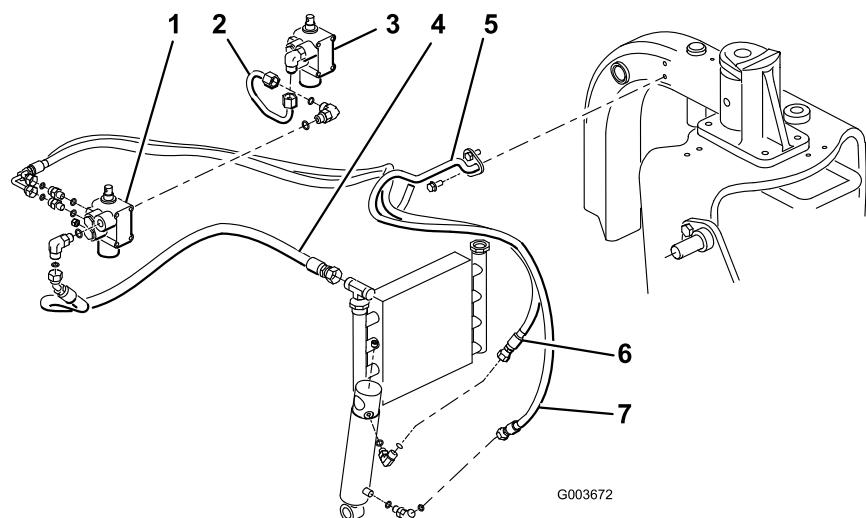

Figure 14
Remarque: Pour minimiser la perte d'huile lors du retrait du tube hydraulique, ayez le flexible de recharge à portée de la main ou bouchez le raccord du refroidisseur avec un des bouchons de protection utilisés pour le transport et enlevés de l'ensemble tube (Réf. 108-8447) (Figure 14).
- Raccordez l'ensemble tube (Réf. 108-8447) au raccord à 90 degrés sur le côté gauche de la soupape neuve et le raccord libre sur la soupape de levage existante (Figure 14).
- Raccordez le côté raccord à 45 degrés du flexible hydraulique (Réf. 108-8449) au raccord à 90 degrés sur le côté droit de la soupape et l'extrémité droite du flexible au raccord de refroidisseur d'huile libre (Figure 14). Reportez-vous aux Figure 15 et Figure 16 pour acheminer le flexible correctement.
- Montez le support de flexible en plastique sur le tube de bâti gauche avec 2 vis autotaraudeuses (5/16 x 3/4 pouce) (Figure 14).
- Raccordez le côté court avec le raccord à 90 degrés du flexible hydraulique (Réf. 108-8453) au raccord droit supérieur à l'arrière de la soupape. Passez le flexible dans le support métallique et raccordez l'extrémité droite du flexible au raccord supérieur du vérin hydraulique (Figure 14). Reportez-vous aux Figure 15 et Figure 16 pour acheminer le flexible correctement.
- Raccordez le côté long avec le raccord à 90 degrés du flexible hydraulique (Réf. 108-8454) au raccord droit inférieur à l'arrière de la soupape. Passez le flexible dans le support métallique et raccordez l'extrémité droite du flexible au raccord inférieur du vérin hydraulique (Figure 14). Reportez-vous aux Figure 15 et Figure 16 pour acheminer le flexible correctement. Veillez à ne pas faire passer les flexibles près de composants coupants, chauds ou mobiles.